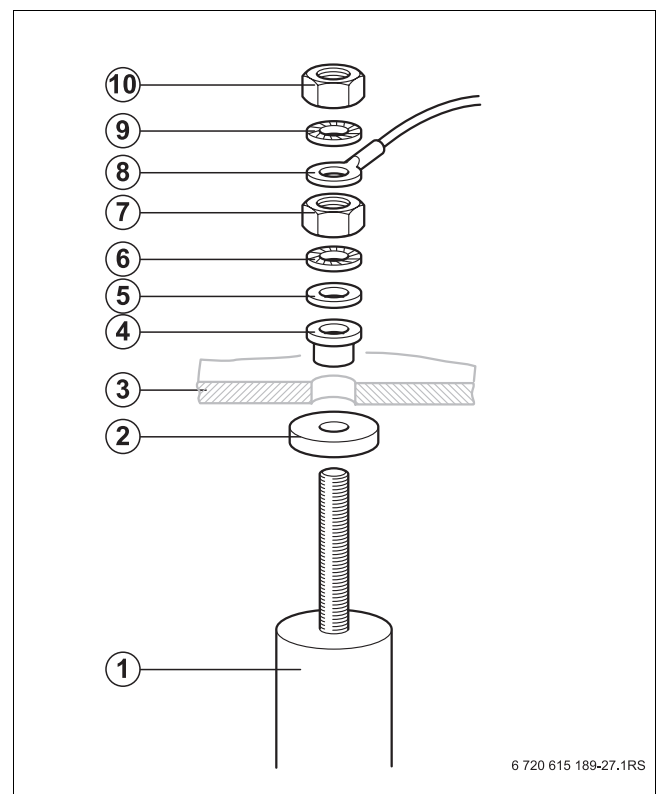

Fig. 12 Remplacer l'anode au magnésium
- Si le diamètre est réduit à env. 15 – 10 mm, remplacer l'anode au magnésium (→ fig. 12).
- Valable pour SU1500 : si l'une des anodes est défectueuse, la remplacer (→ fig. 12), toujours effectuer un contrôle visuel de la deuxième anode au magnésium et la remplacer si nécessaire.